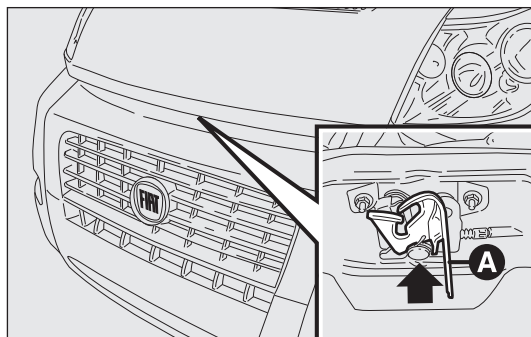

fig. 124
- ☐ tirer la manette A-fig. 124 comme l'indique l'illustration;